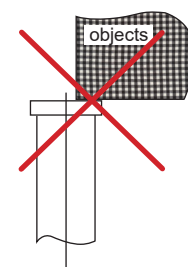

Fig. 2
- Juster aldrig sikkerhedsventilen (18), den er indstillet fra producenten af for at forhindre overbelastning. Komponenterne 10, 11, 18, 19, 20, 21 er alle en del af overlastsikringen.
- Løft aldrig på kanten af donkraftens topplade (fig. 2). Belastningen skal altid være centreret på donkraftens midterlinie.